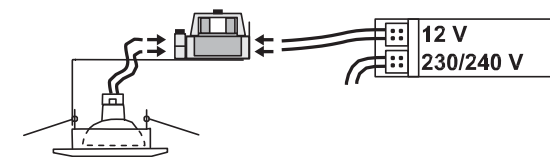

Abb. 1
2. Transformator nach dessen Anleitung montieren (nur bei Niedervolt-Betrieb). An die Eingangsseite 230-V-Leitung, an die Ausgangsseite 12-V-Leitung anschließen (siehe Abb. 1).